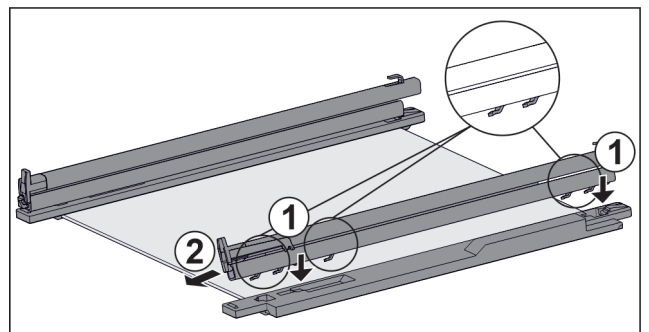

Fig. 160 Tablette en verre avec rails et pièces de retenue
- ▶ Placer les crochets du rail sur les ouvertures de la pièce de retenue de **gauche**. Fig. 160 (1)
- ▶ Tirer le rail vers l'avant. Fig. 160 (2)
- ▶ Placer les crochets du rail sur les ouvertures de la pièce de retenue de **droite**. Fig. 160 (1)